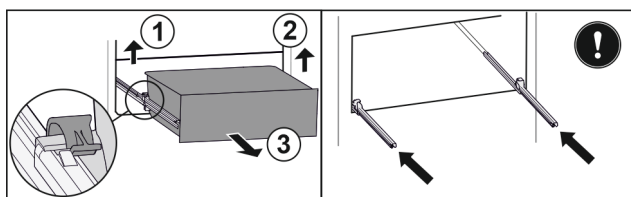

Fig. 75
- ▶ Løft den venstre klemme, og træk samtidigt skuffen i venstre side fremad. Fig. 75 (1)
- ▶ Løft den højre klemme, og træk samtidigt skuffen i højre side fremad. Fig. 75 (2)
- ▶ Tag skuffen ud herefter. Fig. 75 (3)